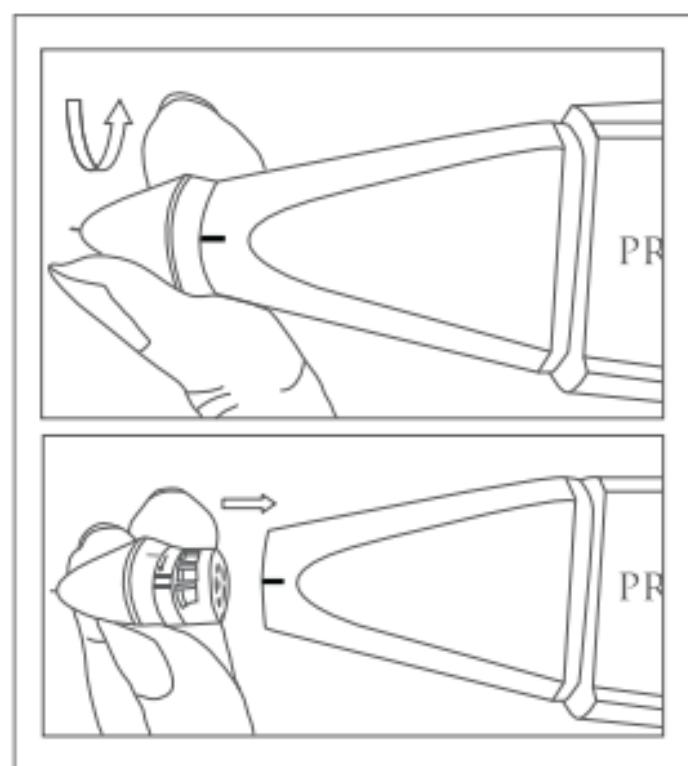

Fig. 1
1. Cuando el probador esté apagado, gire la punta de la sonda en el sentido contrario al de las agujas del reloj y quitela, tal y como se muestra en la Fig. 1.